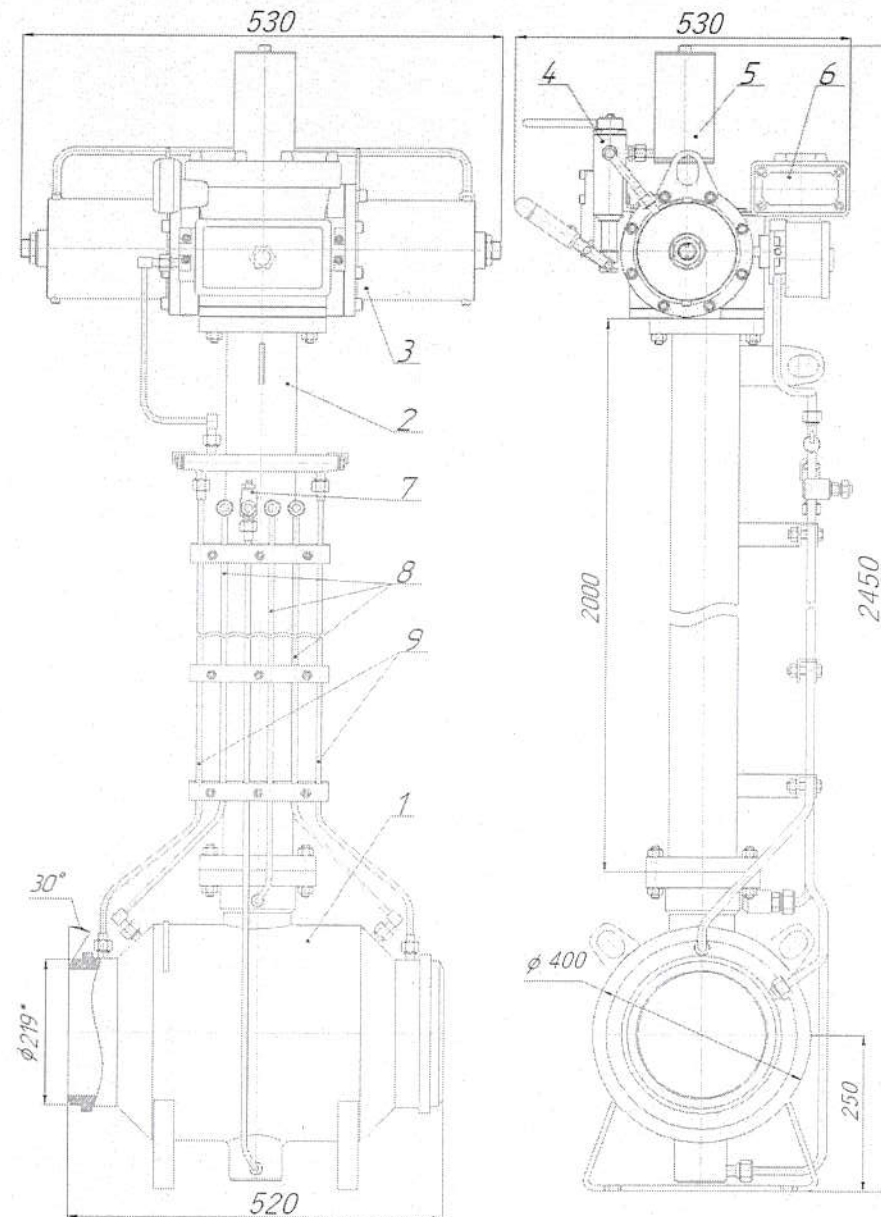

Рисунок 1 – Кран шаровой DN200 PN80 с пневмогидроприводом подземной установки
2.15. Кран состоит из следующих основных частей (рисунок 1):